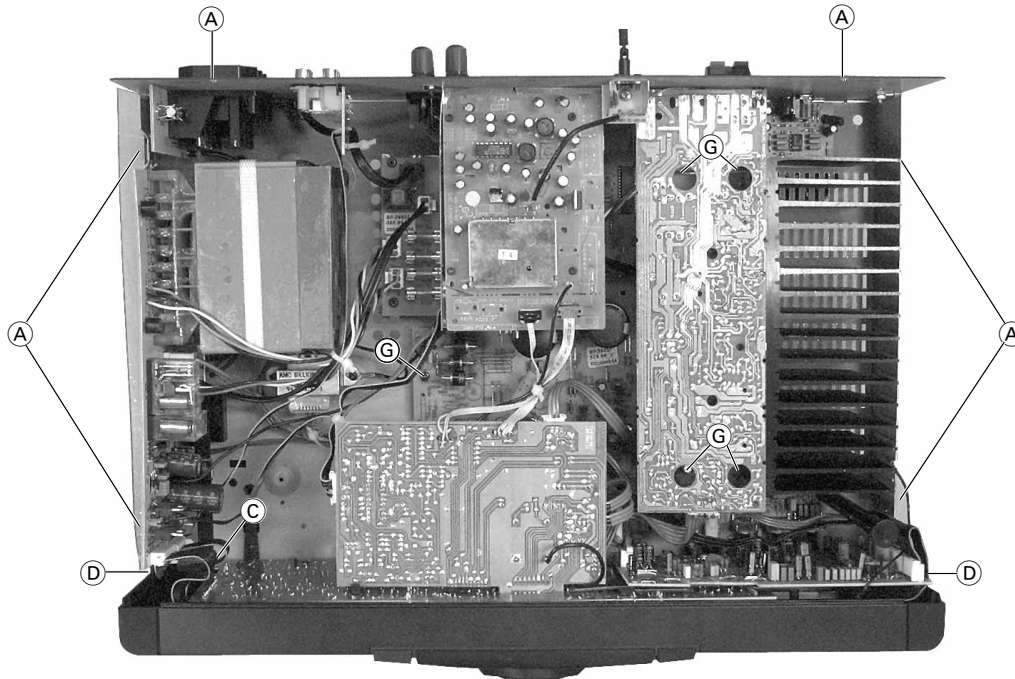

Fig. 1
- 6 Schrauben (A) herausschrauben (Fig. 1).
- Undo 6 screws (A) (Fig. 1).
- Rastung (C) der Netztaete ausrasten (Fig. 1).
- 2 Rastnasen (D) ausrasten (Fig. 1).
- Disengage the mains button (C) (Fig. 1).
- Disengage the 2 catches (D) (Fig. 1).
- 5 Schrauben (G) herauserschrauben (Fig. 1).
- Rastung (C) der Netztaсте ausrasten (Fig. 1).
- Undo 5 screws (G) (Fig. 1).